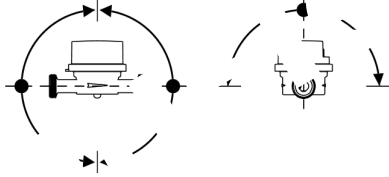

Рис. 1 Установка счетчика на трубопроводе
- счетчик должен устанавливаться в вертикальном, наклонном и вертикальном трубопроводе в соответствии с рис.1 (устанавливать счетчик в горизонтальном трубопроводе не допускается);